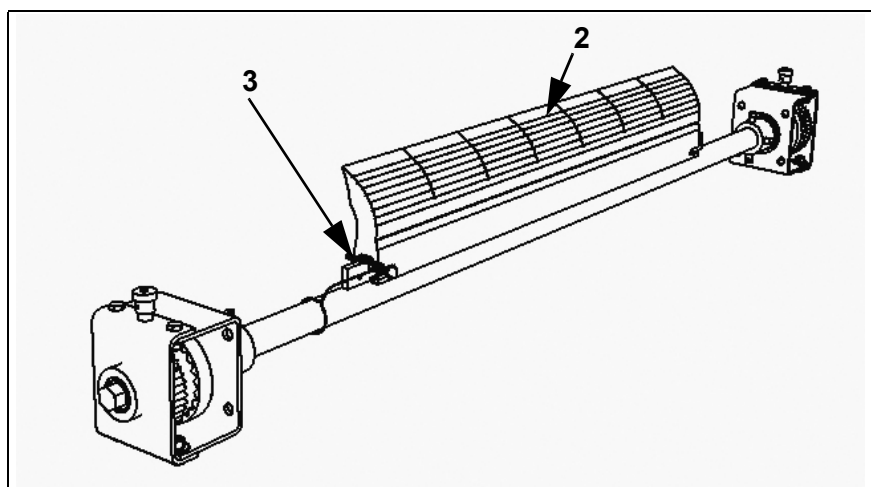

Fig. 8: Reemplazar la hoja rascadora
5. Retirar la abrazadera de seguridad (3, fig. 8).
6. Quitar la hoja rascadora (2, fig. 8), tirando de la hoja en dirección al lado del usuario (eventualmente, golpeando ligeramente con un martillo).
10. Fijar los discos de detención (1, fig. 8) del dispositivo tensor y el manguito de bloqueo (solo tensor de resorte).